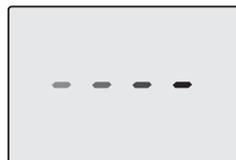
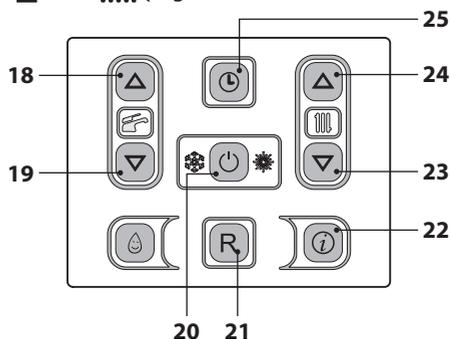

Figura 6.7
Figura 6.8
- Alimentare elettricamente la caldaia azionando l'interruttore bipolare previsto in installazione Il display LCD visualizza il simbolo  (Figura 6.7).
- Tenere premuto per 2 secondi il tasto 20 fino a far apparire sul display entrambe i simboli  e  Figura 6.8.
- Spegner la caldaia tenendo premuto per 2 secondi il tasto 20 (Figura 6.8) fino a far apparire sul display LCD il simbolo - - - - (Figura 6.7).